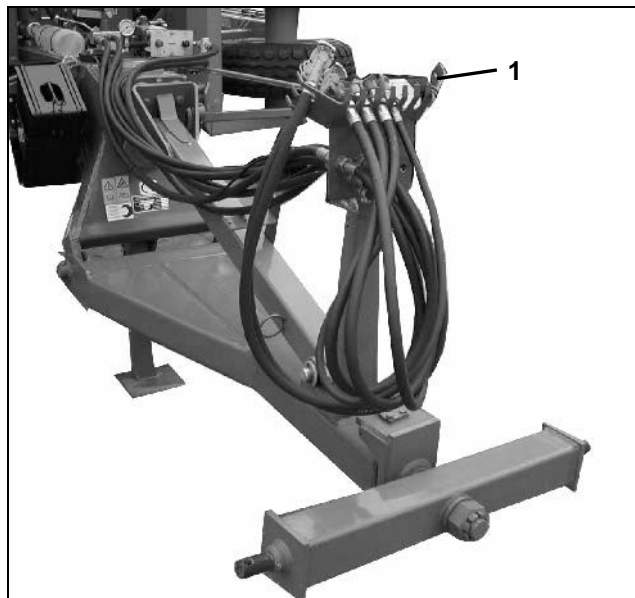

Fig. 16
- Hydraulikschläuche in die dafür vorgesehene Parkvorrichtung (Fig. 16/1) einstecken.